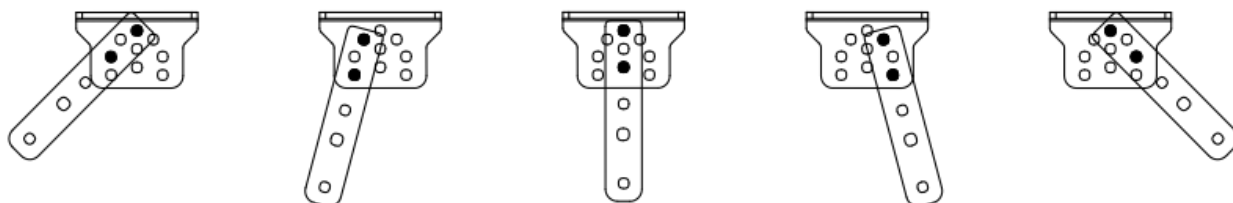

Figura 5
B) El soporte de conexión y el soporte de pared se pueden conectar según diferentes condiciones, consulte la figura 5.